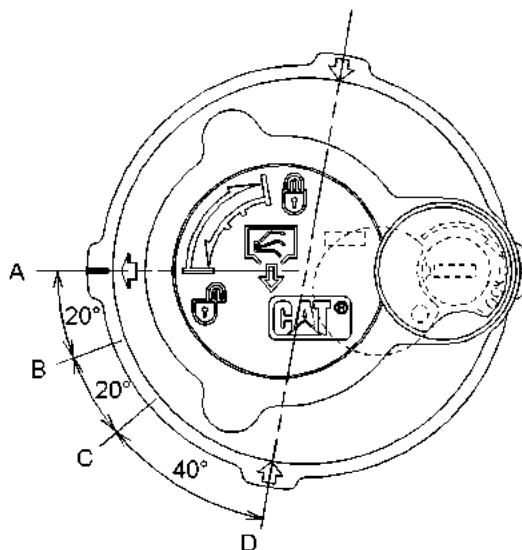

Ilustración 441
3. Suelte la presión que puede haber en el circuito hidráulico de retorno con el siguiente procedimiento. Consulte la Ilustración 441 para ver las posiciones de la tapa del tubo de llenado.
- a. Gire la tapa del tubo de llenado hacia la izquierda, sin aplicar fuerza hacia abajo, y mueva la flecha de la posición (A) a la posición (B).
- b. Suelte la presión durante un mínimo de 45 segundos moviendo la flecha de la posición (B) a la posición (C).
- c. Empuje el centro de la tapa del tubo de llenado hacia abajo. Sin inclinar la tapa del tubo de llenado, mueva la flecha de la posición (C) a la posición (D).
- e. Apriete la tapa del tubo de llenado del tanque hidráulico hasta la posición (A).